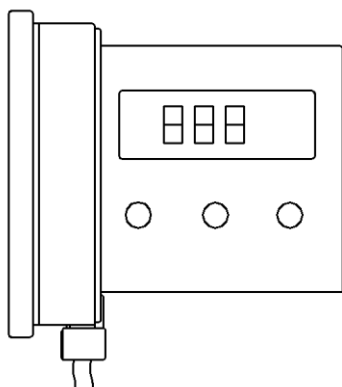

图2 俯仰角度测量
1. 启动电子水平仪，将水平仪侧面沿垂直方向紧贴雷达前表面，读取水平仪显示度数（如图 2 所示），度数小于 0.2 时则为正常，无需调节俯仰角度；